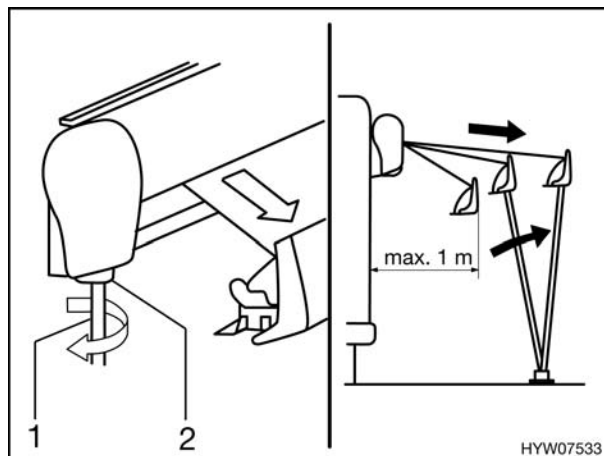

Fig. 18 Estrazione della tenda
- Inserire la manovella (Fig. 18,1) nel supporto a baionetta (Fig. 18,2) della tenda e girarla in senso antiorario.